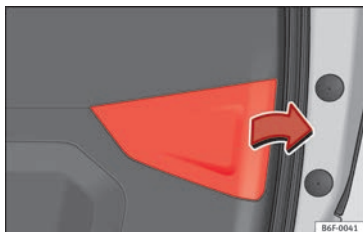

Fig. 118 Portón trasero abierto: retirar la tapa.
3. Retire la tapa del portón en la dirección de la flecha » **fig. 118**.